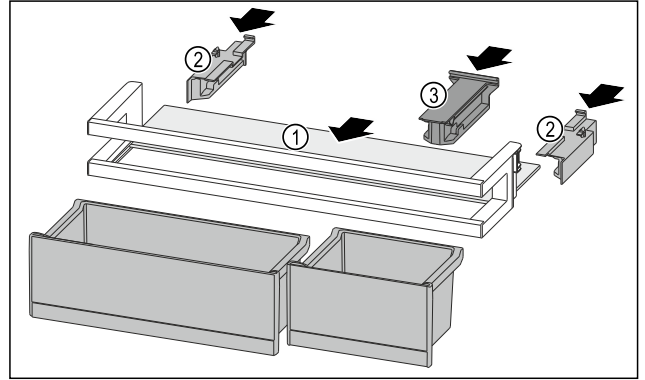

Fig. 251
- ▶ Tolja be a tárolólapot Fig. 251 (1) az oldalsó bemarásokba.
- ▶ Helyezze be az oldalsó részeket Fig. 251 (2).
- ▶ Helyezze be a tartóelemet Fig. 251 (3).